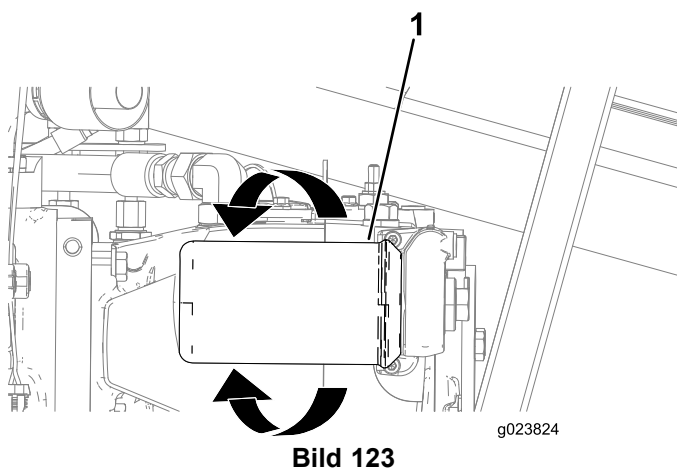

Bild 123
3. Stellen Sie eine Auffangwanne oder legen Sie mehrere Lappen unter den Ladefilter (Bild 123).
4. Drehen Sie den Ladefilter nach links und nehmen den Filter ab (Bild 123).
6. Fluchten Sie den Ladefilter mit der Stelle aus und drehen Sie ihn nach rechts, bis die Dichtung des Filters den Adapter berührt (Bild 123).